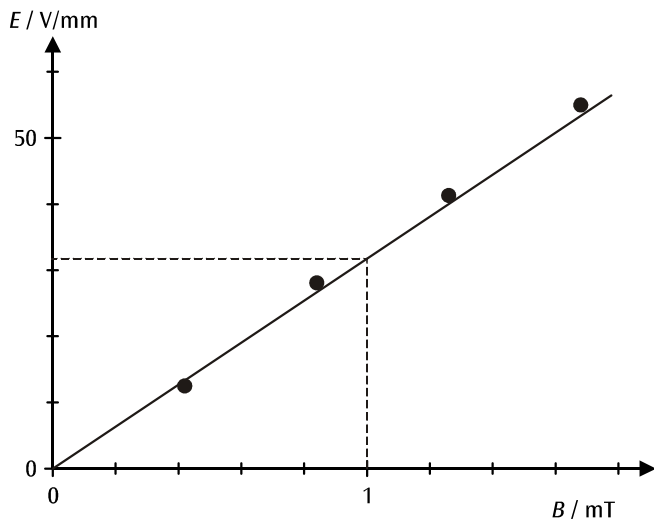

Fig. 6: Grafische Darstellung der Messwerte aus Tab. 4
e) Zur Bestätigung von Gl. (7) berechnet man aus den Messwerten der Tab. 2 die Wertepaare B und E , bei denen die Ablenkung Elektronstrahls zu Null kompensiert wird (siehe Tab. 4) und stellt das Ergebnis in einem E - B -Diagramm dar. (siehe Fig. 6).